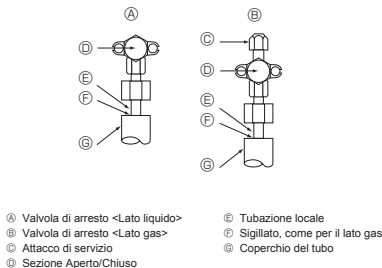

Fig. 5-4
5.4. Tubo del refrigerante e metodo di verifica tenuta (Fig. 5-4)
- Un calo di pressione nelle fasi (2) o (3) indica una perdita di gas. Cercare le cause della perdita.